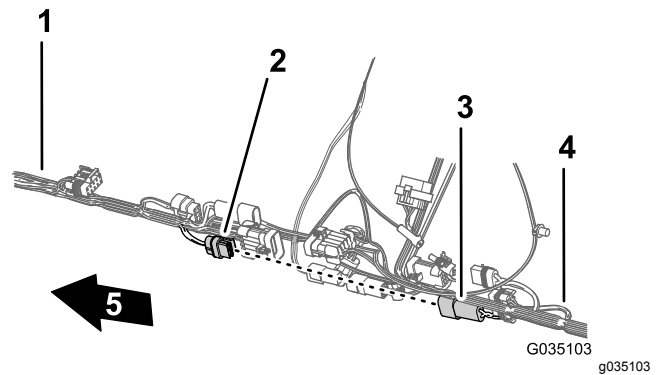

Figura 89
- de 2 tomadas da cablagem traseira para a bomba de lavagem (Figura 89).